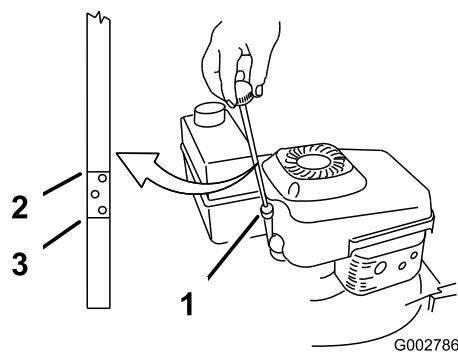

Figura 13
2. Limpie alrededor de la varilla (Figura 13).
6. Retire la varilla y compruebe el nivel de aceite en la misma (Figura 13).
Antes de cada uso, compruebe que el nivel de aceite está entre las marcas Añadir y Lleno de la varilla (Figura 13).